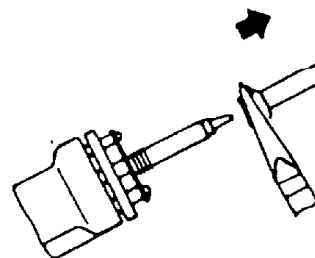

Rys. nr 3
2. Jeżeli otwór dyszy jest zatkany, należy włączyć nagrzewanie grota do wysokiej temperatury i poruszając wyciorem dokładnie oczyścić dyszę (patrz rys. nr 3).